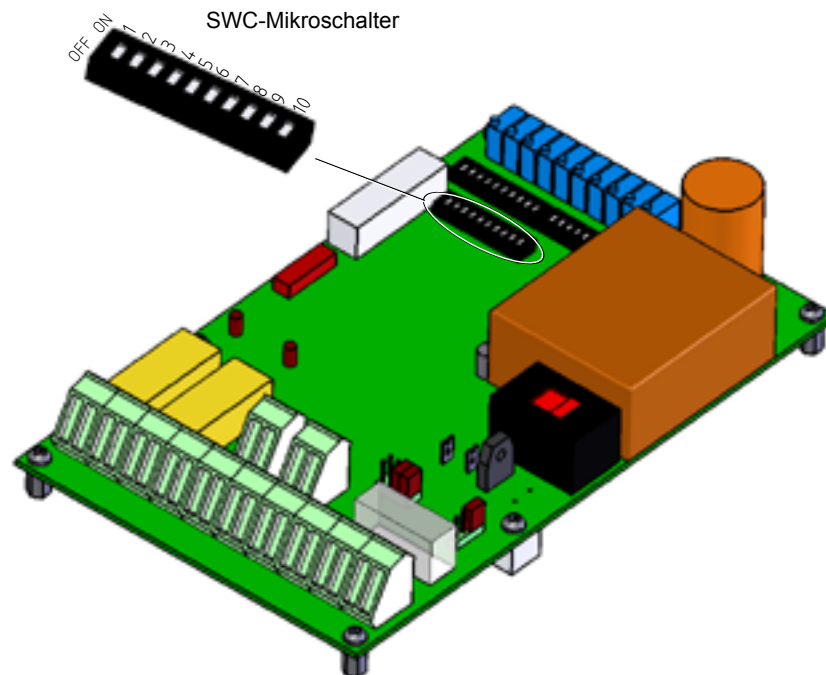

Bild 3–2 Position der Mikroschalter SWC3 und SWC4
- Der Mikroschalter SWB9, siehe *Bild 3–3*, muss auf ON sein. Damit wird das Testsignal aktiviert.
- Zur Einstellung der Detektionsschwellen U_{level1} und U_{level2} müssen die Mikroschalter SWC3 und SWC4, siehe *Bild 3–2*, auf ON sein.